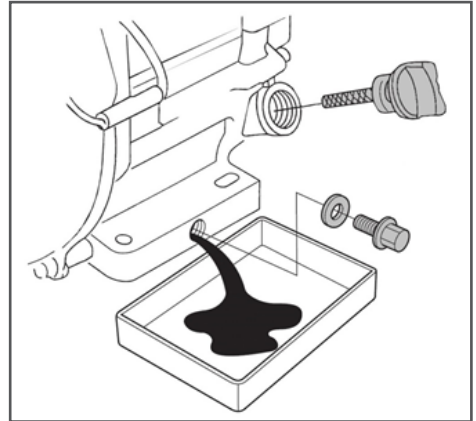

Рис. 17 Замена масла в двигателе
4. Очистите от загрязнений зону вокруг маслозаливной горловины. Извлеките крышку-щуп из маслозаливной горловины (Рис. 17) и протрите щуп чистой ветошью.
и слейте отработанное масло в подготовленную для этого емкость (Рис. 17).